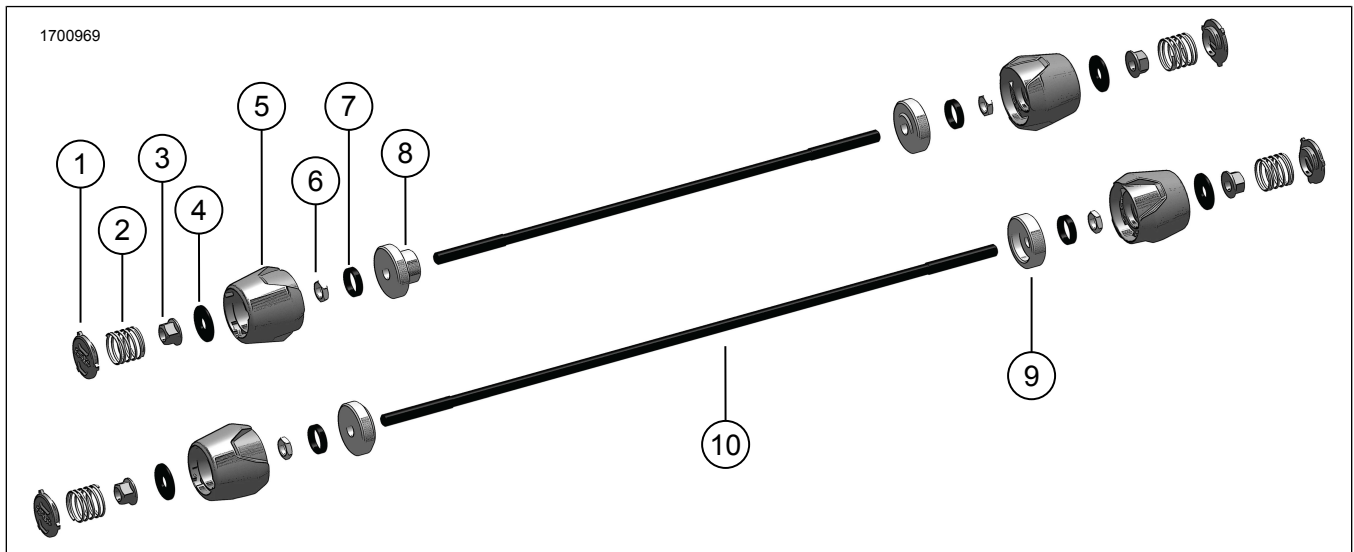
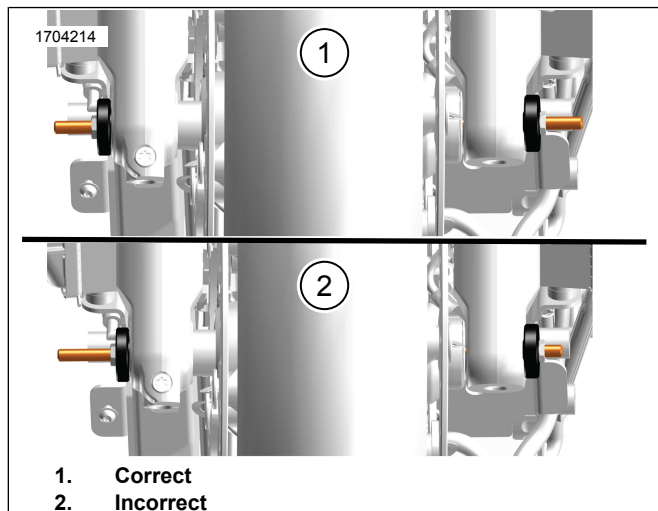
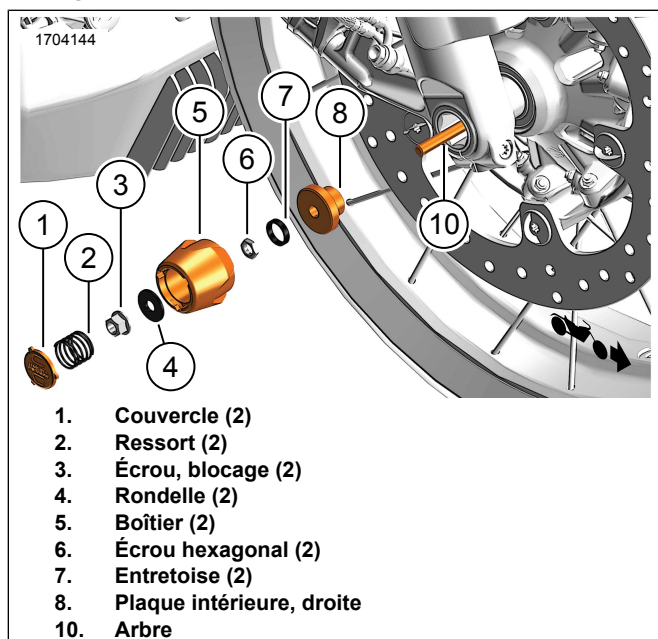
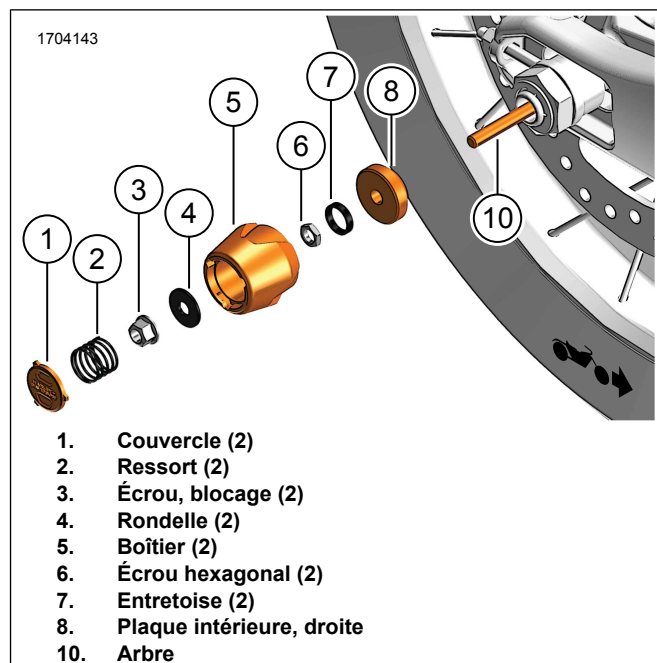

Figure 1. Contenu du kit : Protège axe avant et arrière
Figure 2. Installation correcte/incorrecte de l'arbre
Figure 3. Kit couvercle d'axe avant (côté droit représenté)
Figure 4. Kit couvercle d'axe arrière (côté droit représenté)
- Voir Figure 2 et Figure 3 . Installer l'arbre (10) à travers le support d'axe avant.
- Voir Figure 1 et Figure 3. Installer les plaques intérieures gauche et droite (8,9) sur l'arbre (10).
- Appliquer du frein-filet sur l'écrou hexagonal (6).
- Voir Figure 2 et Figure 4 . Installer l'arbre (10) à travers le support d'axe arrière.
- Voir Figure 1 et Figure 4. Installer les plaques intérieures gauche et droite (8,9) sur l'arbre (10).